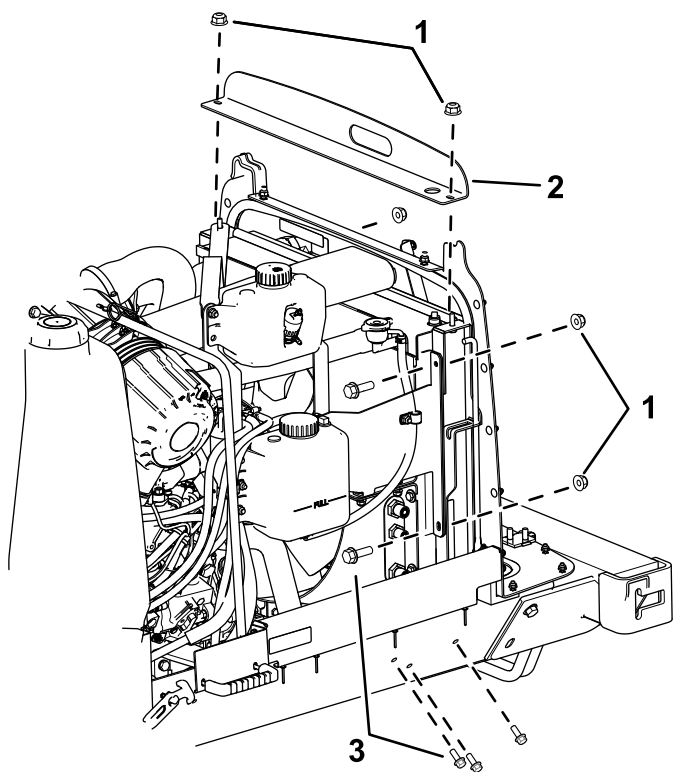

Figura 3
2. Retire el soporte del radiador, situado encima del radiador (Figura 3).
3. Retire los 2 pernos de cada lado del radiador (Figura 3).
4. Retire los 3 pernos de la parte inferior del radiador en cada lado (Figura 3).
7. Levante el radiador, deslice el soporte nuevo del radiador por debajo del radiador y sujételo con los pernos que retiró en la Figura 3.